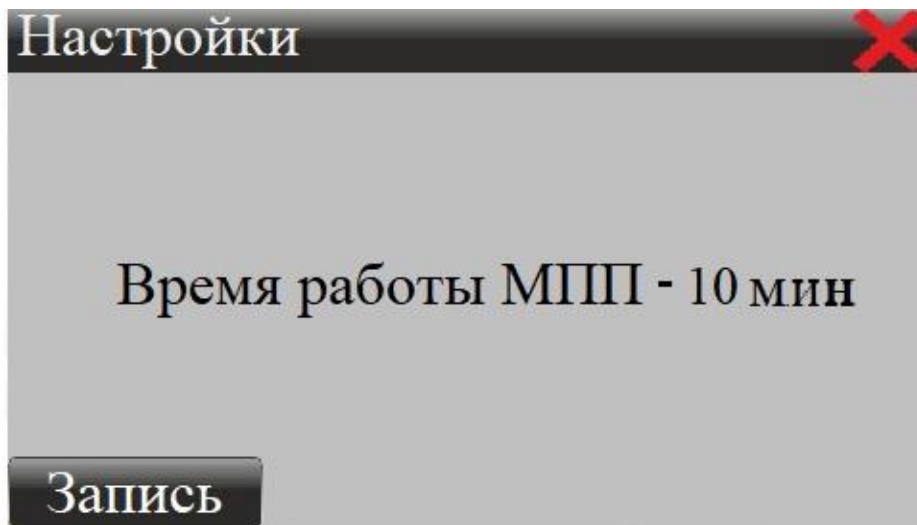

Рисунок 2 – Экран «Настройки»
4.7.8 Время работы МПП в автоматическом режиме задается в меню панели оператора (рисунок 2). Задав требуемое значение необходимо нажать кнопку «Запись».
5.10 Экран «Настройки» (рисунок 2) отображает время работы МПП в автоматическом режиме.